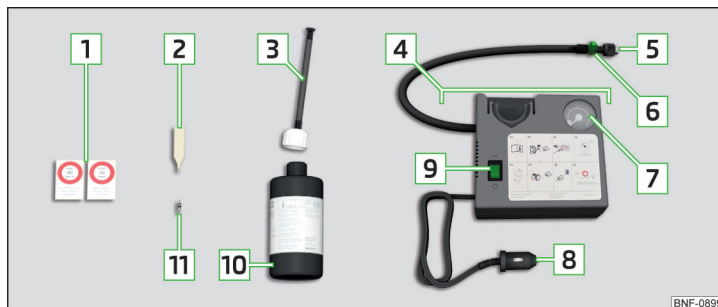

Fig. 277 Descrierea setului de pană
- ▶ Aplicați cheia de ventile **2** » fig. 277 la pagina 232 pe inserția ventilului, astfel încât aceasta să se potrivească în fanta cheii.
- ▶ Înșurubați bine furtunul de umplere **5** » fig. 277 la pagina 232 pe ventil.